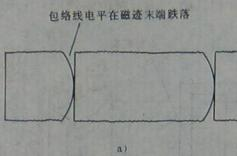

图 1-32 拉出杆高度调整 (2)
9) 慢慢地、轻微地旋转螺母，直至带盘高度读数达到图 1-32 所示规定值。